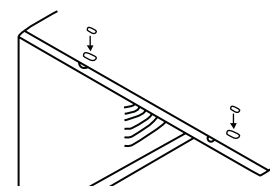

Figure 6
- Ajoutez deux insertions en mousse dans les trous de la partie supérieure de l'armoire où les vis d'expédition ont été retirées (voir Figure 6).
1. Fixez le joint en mousse à l'angle supérieur au-dessus des trous, comme indiqué sur la Figure 6.